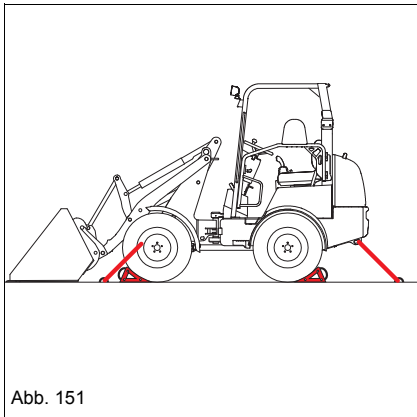

Abb. 151
4. Fahrzeug wie in *Abb. 151* dargestellt verzurren.